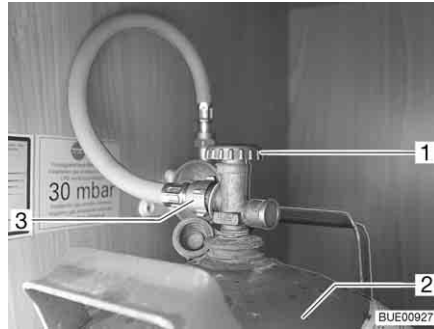

Fig. 151 Compartiment à gaz
- Fermer le robinet principal (Fig. 151,1) de la bouteille de gaz (Fig. 151,2). Observer le sens de la flèche.
- Dévisser à la main la lyre (Fig. 151,3) de la bouteille de gaz (filetage à gauche).